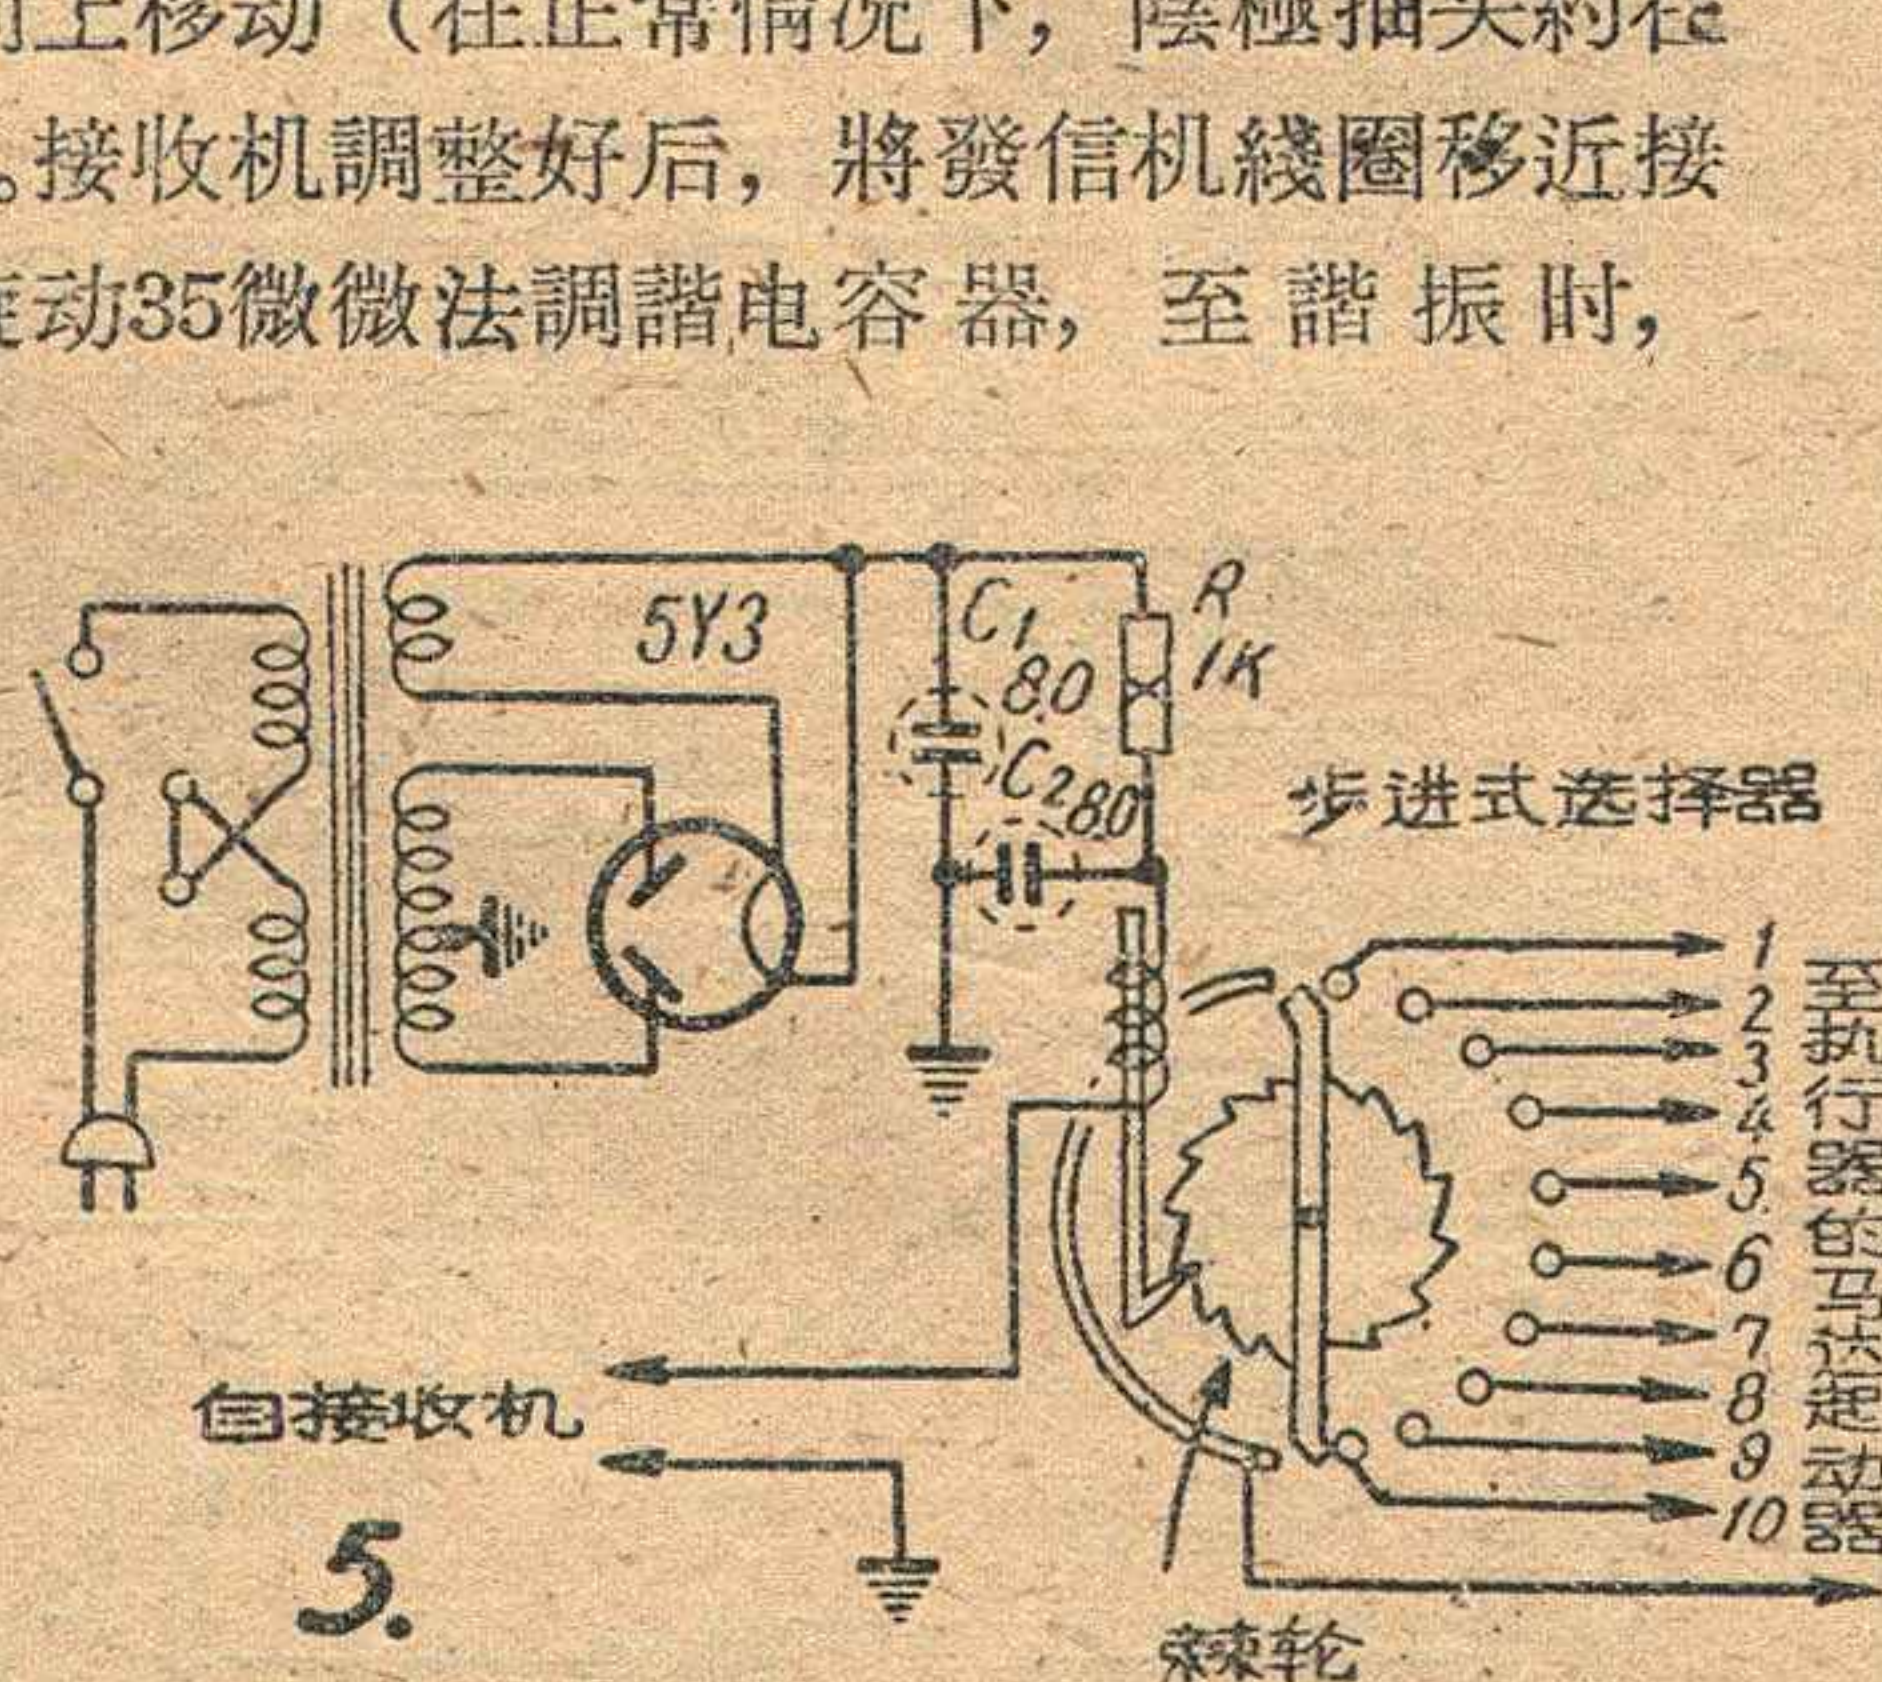

图5 中继继电器线路
程序控制或其他动作，线路见图5，当发信机发出一个
5. 将装满二氧化锰玻管的开口端用喷灯烧熔封牢，再将玻管全部烧红约半小时以上（图5）。到此，热敏电阻初步制成。